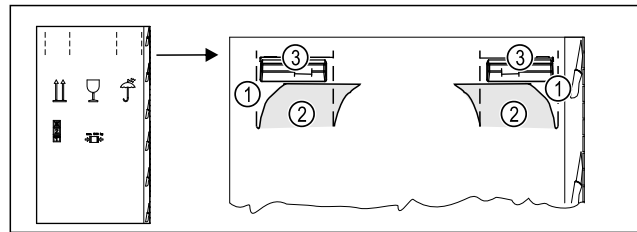

Fig. 4
- ▶ Comprimere il cartone di imballaggio in alto sulla perforazione Fig. 4 (1).
- ▶ Estrarre le linguette compresse Fig. 4 (2).
- ▶ La maniglia di trasporto Fig. 4 (3) a destra e a sinistra è visibile.
- ▶ Tenere l'apparecchio dalle maniglie di trasporto Fig. 4 (3).